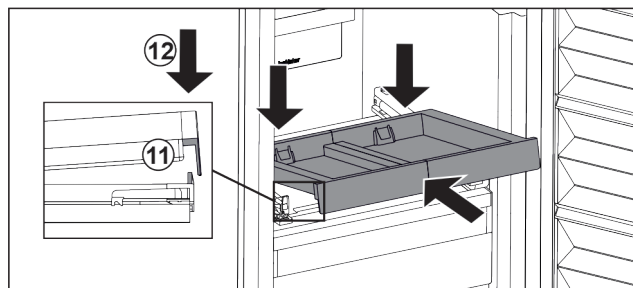

Fig. 88
- ▶ Šikmo zasuňte. Dbejte, aby byl na obou stranách doraz za západkou. Fig. 88 (11)
- ▶ Usadte vpředu vysouvací přihrádku. Fig. 88 (12)